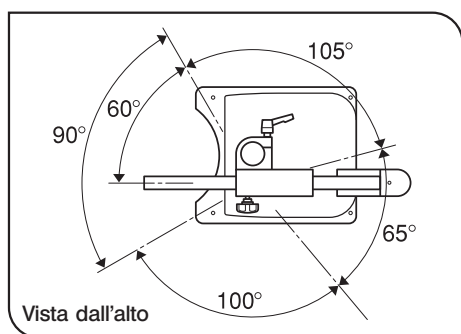

Fig. 12
3. Il carico che lo stativo può supportare è limitato e la sua stabilità varia in funzione dell'orientamento del braccio orizzontale (Fig. 12).